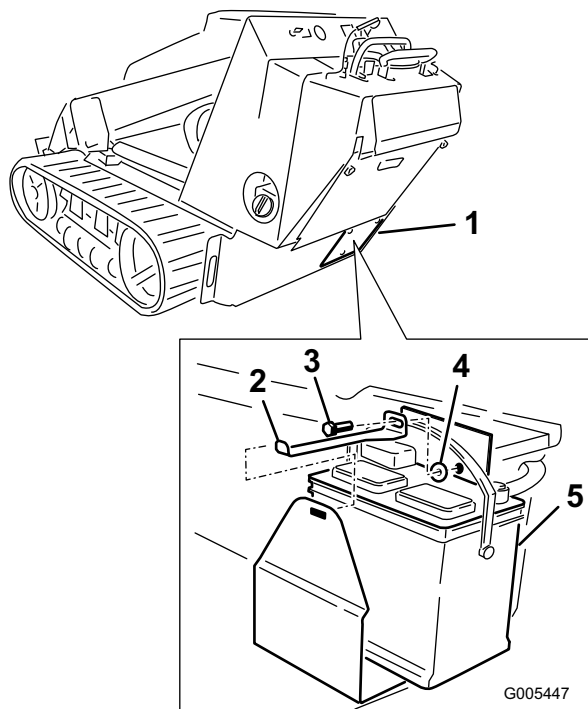

Figura 2
1. Retire la tapa de acceso a la batería (Figura 2).
2. Retire la batería de la máquina (Figura 2).